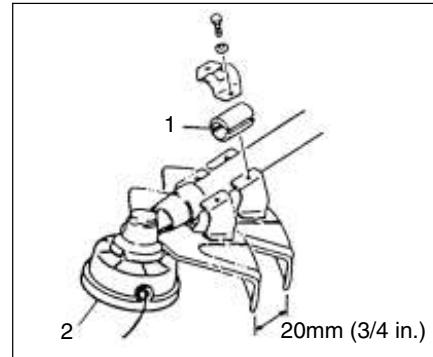

Fig. 1-8C
(Fig. 1-8C, 8D, 8E)
Quando si usa una testina a filo (2), posizionare il coprilama al di sopra dell'in-granaggio concorrente. (Fig. 1-8C, 8D, 8E)
Cuando usa el cabezal recortador (2), coloque el protector sobre la transmisión del ángulo. (Fig. 1-8C, 8D, 8E)
Lorsqu'on utilise une tête à fil nylon (2), positionnez le carter de protection au-dessus du renvoi d'angle. (Fig. 1-8C, 8D, 8E)
Bei Einsatz eines Timmerkopfes (2) den Messerschutz über dem Winkelgetriebe positionieren. (Fig. 1-8C, 8D, 8E)
Vid användning av trimmeren (2) skall skyddet monteras ovanför vinkeltransmissionen. (Fig. 1-8C, 8D, 8E)